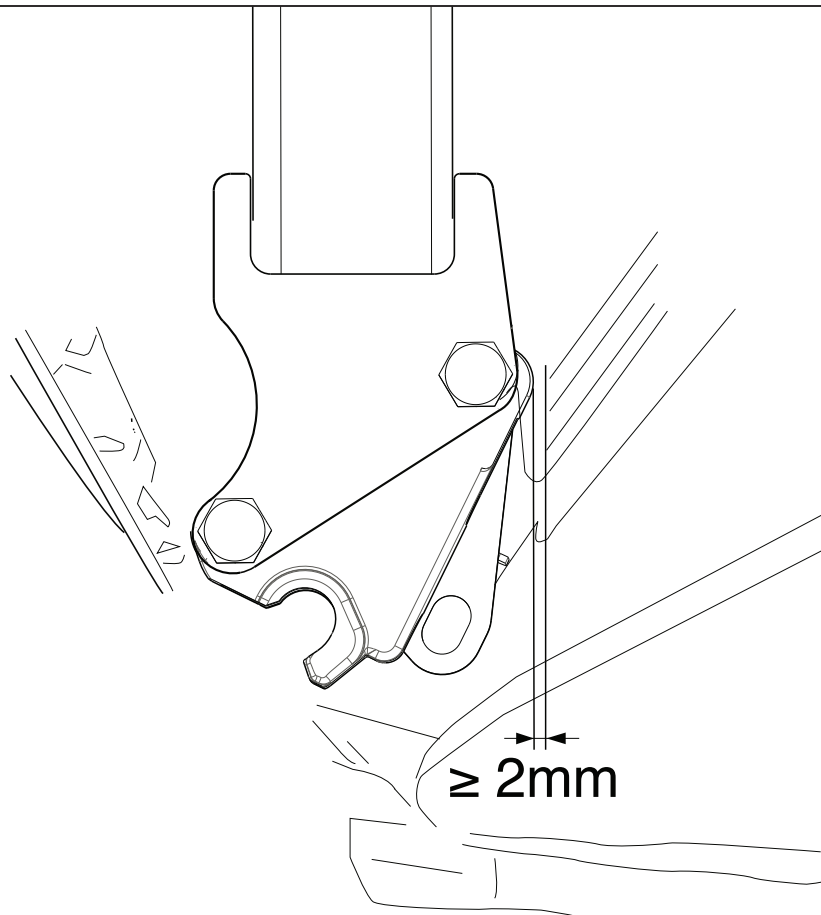

Fig.2
5. Fit the cross beam between supports A at points C and fit the whole thing finger-tight. See figure 2
5. Den Querträger zwischen den Halterungen A bei den Punkten C halbfest anbringen. Abbildung 2
5. Monter la barre transversale entre les supports A sur les points C, monter l'ensemble sans serrer. Voir la figure 2.
5. Monter tværvangen mellem beslagene A på punkterne C, fastgør det hele med håndkraft. Se fig. 2
5. Установить поперечный брус между опорами А в точках С, затянув крепежный материал не до конца. См. рисунок 2